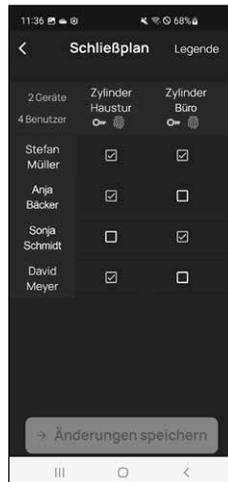

Abb. 3
**! Zur Info:** Diese Tabelle wird als solche interessant, wenn Sie mehrere Zylinder und Benutzer haben. Dann können Sie in einem Schritt und übersichtlich festlegen, wer auf welchen Zylinder zugreifen darf. In Abb. 3 sehen Sie ein Beispiel, wie eine ausgefüllte Tabelle mit entsprechend Zylindern und Benutzern aussehen kann.